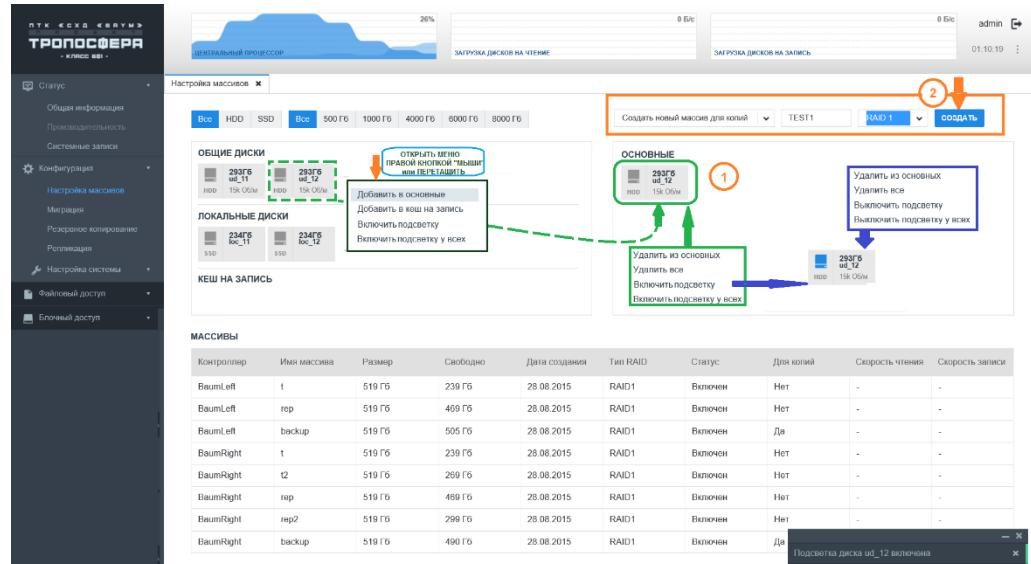

Рисунок 23 - Создание массива
- 6) Нажмите на кнопку «Создать». Появится созданный массив (Рисунок 23).